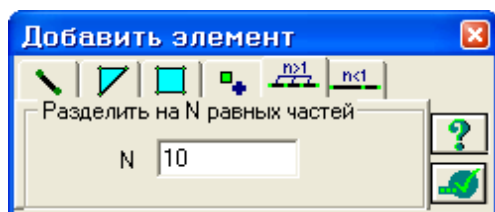

Рис.4.6. Диалоговое окно **Добавить элемент**
- Перейдите на пятую закладку **Разделить на N равных частей** (рис.4.6) и задайте **N = 10**.